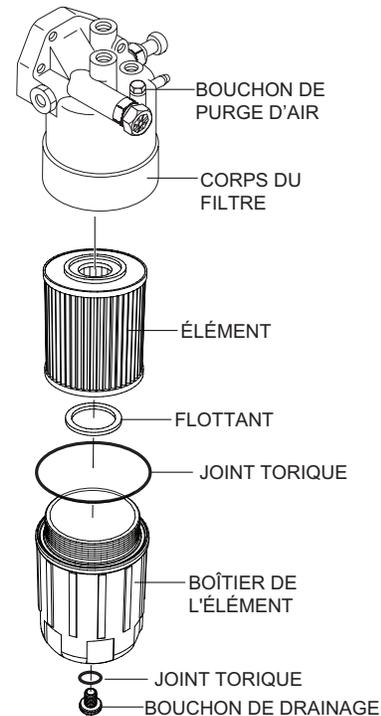

Figure 72. Remplacement du filtre à carburant
1. Utiliser une clé à filtre pour retirer le boîtier de l'élément (Figure 72) du corps du filtre à carburant.